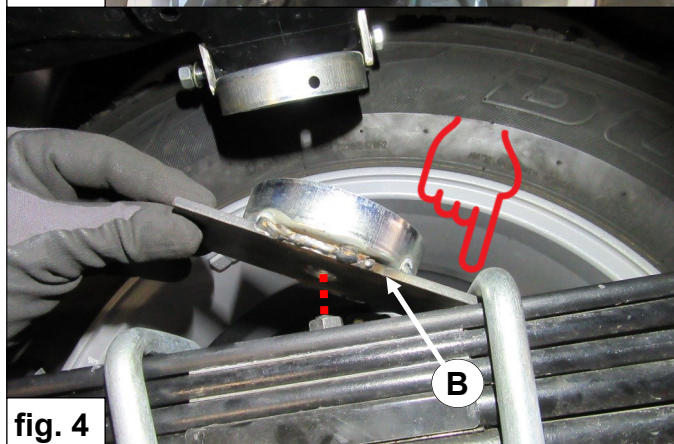

fig. 4
3. Retirez les arrêts de bosses d'origine et placez le siège de ressort inférieur **B** sous les boulons en U. Voir fig. 4.
3. Ta bort de ursprungliga genomslaggummit och placera den nedre fjädersätet **B** under U-bultar. Se fig. 4.